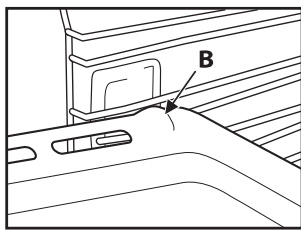

Fig. 2
2. Les autres accessoires, tels que la lèchefrite et la plaque à pâtisserie, sont insérés avec la partie rehaussée sur la partie plate « B » orientée vers le haut (Fig. 2).